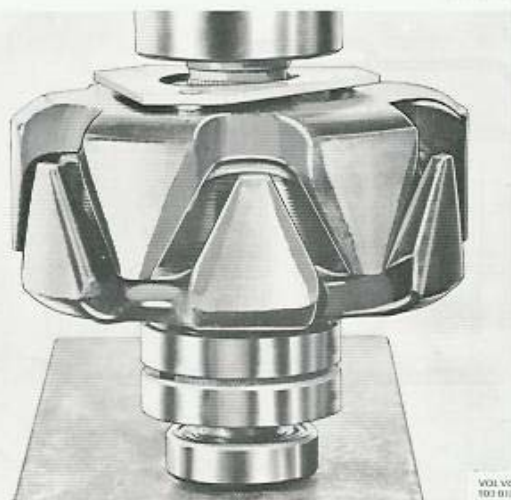

Bild 3-41. Montering av lager
2. Pressa på lagret med hjälp av en rörhylsa som trycker på lagrets innerring, bild 3-41.